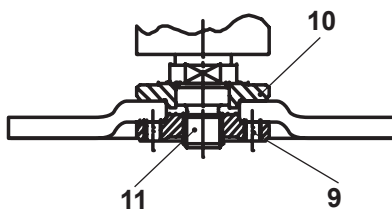

Fig. 15
- > Discos gruesos (> 4 mm) con el centro curvado: coloque la cara con relieve de la brida de apriete hacia el disco (Fig. 15).